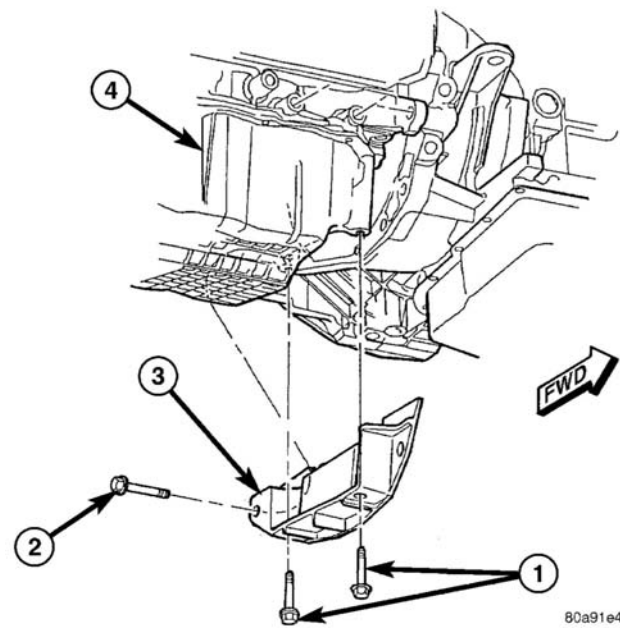
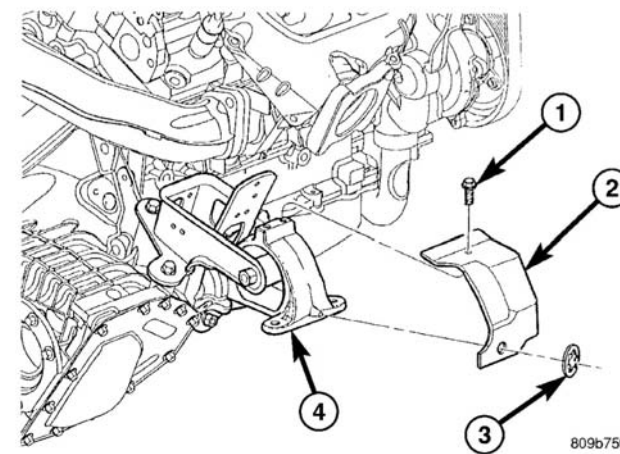

图 12 结构套管
图 13 后支座隔热罩
(13) 与管接头齐平处切断变速驱动桥油冷却器管路。重新安装时，将安装一个维修包。堵住管路和接头，以防碎片进入。
- (14) 拆下结构套管（图 12）。
- (15) 断开车速传感器插接器。
- (16) 拆下后支座罩板（图 13）。
- (17) 拆下后支座贯穿螺栓。
- (18) 用螺旋千斤顶和木块支撑发动机。
- (19) 拆下变矩器至驱动板螺栓。
- (20) 拆下左车轮防溅板。